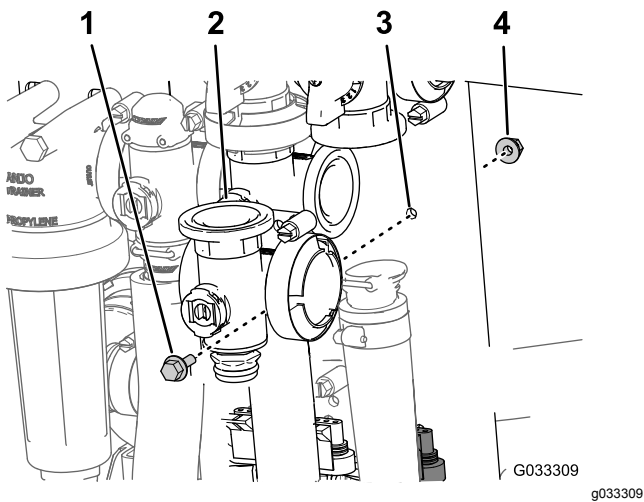

Figura 67
3. Retire el perno con arandela prensada y la contratuerca con arandela prensada que sujetan la válvula maestra al soporte de la válvula, y retire el distribuidor de la válvula de la máquina (Figura 67).